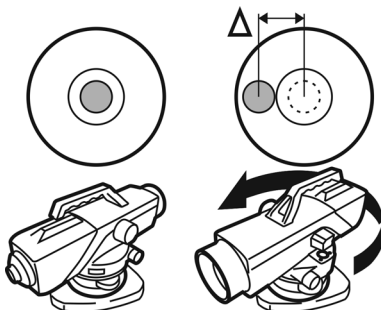

Рис. 8
С помощью подъемных винтов (б) установите пузырек в центр круглого уровня (15) и поверните зрительную трубу на  $180^\circ$  (рис. 8).